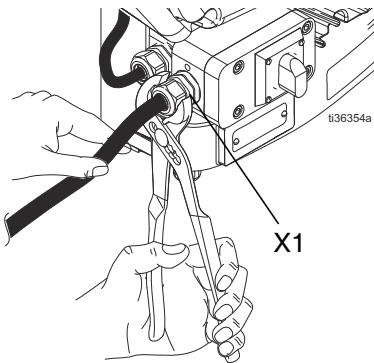

FIG. 5: Kopplingsboxens skruvar och avlastande sladdfäste
- Sätt tillbaka de skruvar och brickor till kopplingsboxens kåpa som togs bort i steg 2 och dra åt och spänn sladdfästet (X1) för att hålla nätsladden säkert på plats i kopplingsboxen (Y). Se FIG. 5.